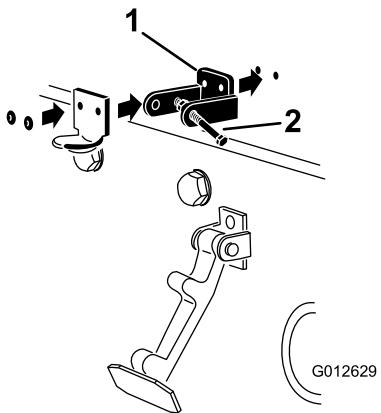

Figura 5
4. Zarovnejte montážní otvory, umístěte zajišťovací držák CE a držák západky kapoty na kapotu (Figura 5).
6. Upevněte držáky pomocí nýtu a podložek ke kapotě (Figura 5).